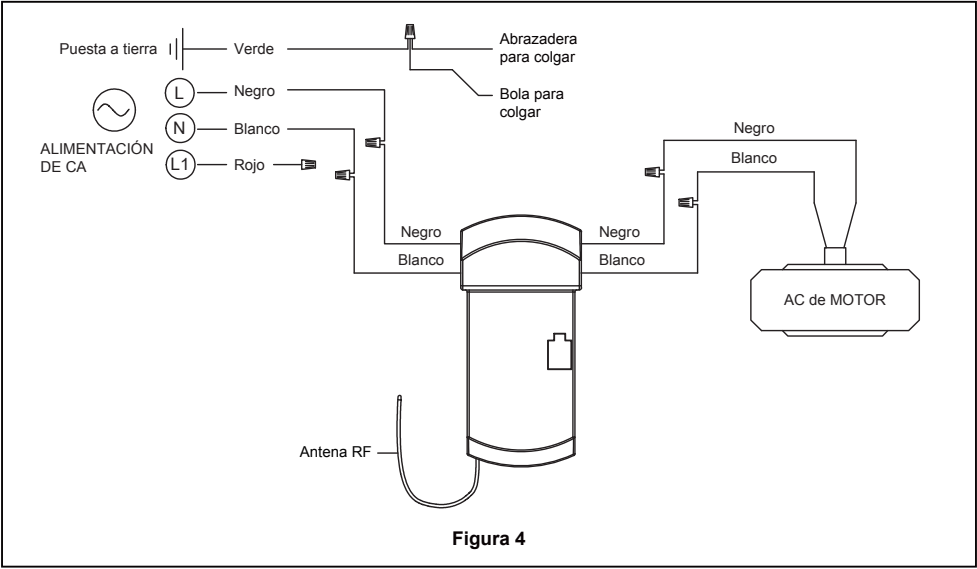

Figura 4
3. Conecte los conductores verdes de la abrazadera para colgar, bola para colgar y conductor verde del suministro (puesta a tierra) con el conector de cables. Conecte el conductor negro de la unidad receptora marcado "AC IN L" al conductor negro de alimentación con el conector de cables. Conecte el conductor blanco de la unidad receptora marcado "AC IN N" al conductor blanco de alimentación con el conector de cables. Conecte el conductor blanco de la unidad receptora marcado "TO MOTOR N" al conductor blanco del ventilador con el conector de cables incluido con la unidad receptora. Conecte el conductor negro de la unidad receptora marcado "TO MOTOR L" al conductor negro del ventilador con el conector de cables que se adjunta con la unidad receptora. (Figura 4)